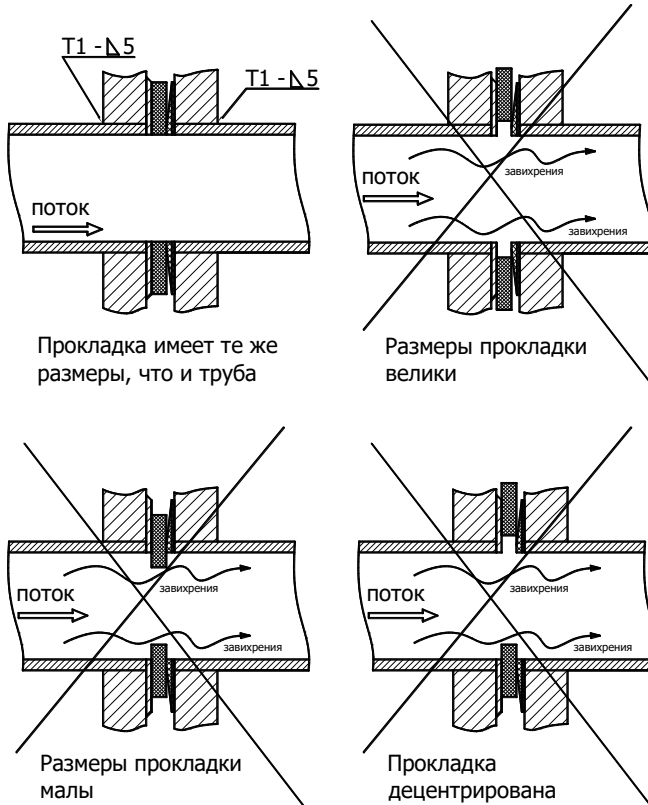

Рисунок 6
4.3.7 Уложить между фланцами паронитовые прокладки, (см. рисунок 6, рисунок А.3).
4.3.10 Во избежание частичного перекрытия внутреннего сечения трубопровода необходимо обратить внимание на центровку паронитовых прокладок относительно трубопровода и ППР. Края прокладок не должны перекрывать сечение трубопровода (см. рисунок 6).